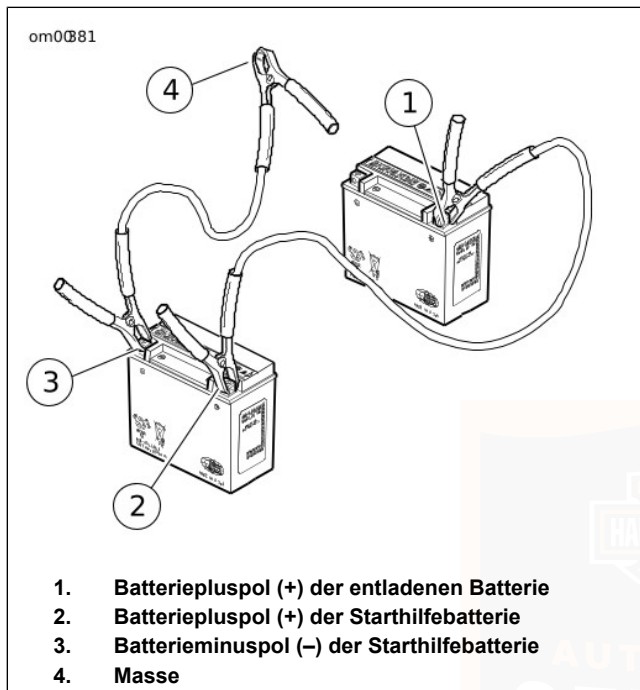

Abbildung 49. Überbrückungskabelanschlüsse
1. Siehe Abbildung 49. Ein Ende des Überbrückungskabels am Batteriepluspol (+) (1) der ENTLADENEN Batterie anschließen.
2. Das andere Ende des gleichen Kabels an den Batteriepluspol (+) (2) der STARHILFEBATTERIE anschließen.